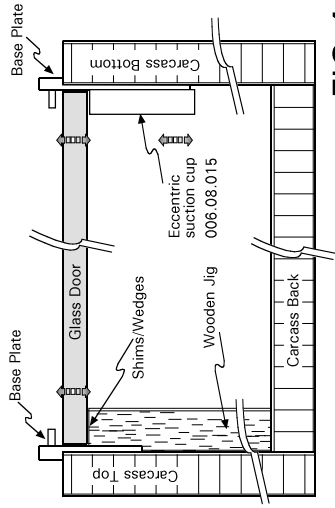
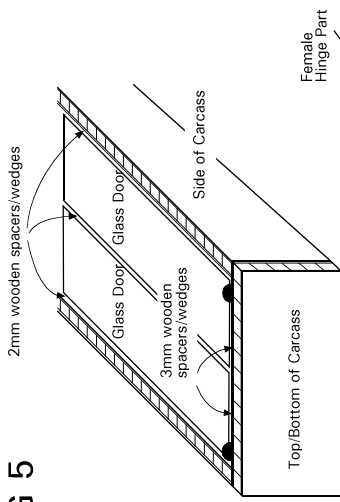
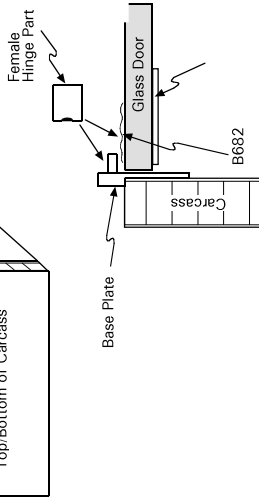

FIG 4
FIG 5
FIG 6
- With the aid of suitable wooden jigs, wedges and necessary shims, set up your door/doors to commence bonding (see Fig 5). If the carcass has smooth lacquered surfaces, you may avail yourself of the Häfele Eccentric suction cups (Cat. No.006.08.015) and corner clamps (Cat.No.006.08.013). It is vitally important to set up the door/doors in such a way that proper bonds are obtained and absolutely no movement occurs whatsoever in the initial pre-cure bonding period (see Fig 4 & 5).
- All bonding is to be carried out in strict accordance with the Häfele manual on UV bonding. Apply the required amount of UV glue (Cat.No.003.04.110) or (Cat.No.003.04.111) to the glass and introduce the female part of the hinge over the male spindle and onto the glass (see Fig 6).
- Mit Hilfe von Bohrlehren können die Türen stabilisiert, ausgeglichen und dann verklebt werden (s. Abb. 5). Wenn der Korpus eine glatte Lackoberfläche hat, können die Häfele Exzentrerschläge (Art.Nr.006.08.015) und der Häfele Spannwinkel (Art.Nr.006.08.013) verwendet werden. Es ist sehr wichtig, daß während der Vorhärtnungsphase keine Verschiebungen stattfinden (s. Abb.4 & 5). Bitte beachten Sie die Häfele Verarbeitungshinweise für die UV-Verklebung. Bringen Sie (Art.Nr.003.04.110) oder (Art.Nr.003.04.111) UV Klebstoff auf das Glas auf und fixieren Sie das Gegenstück über den Zapfen (s. Abb.6).